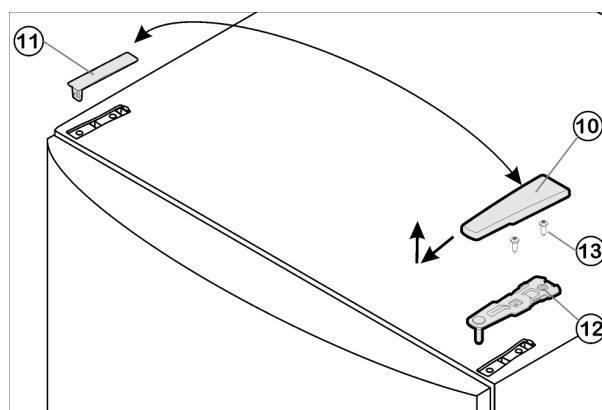

Fig. 4
- ▶ Крышку Fig. 4 (10) снимите движением вперед и вверх.
- ▶ Снимите крышку Fig. 4 (11).
- ▶ Открутите верхний опорный кронштейн Fig. 4 (12)(2 шт. Torx 25) Fig. 4 (13) и вытяните вверх.
- ▶ Установите верхний опорный кронштейн Fig. 4 (12) на новой стороне шарнира и защелкните в дверце.
- ▶ Прикрутите верхний опорный кронштейн Fig. 4 (12)(2 шт. Torx 25) Fig. 4 (13). При необходимости просверлите отверстия или используйте аккумуляторную отвертку.
- ▶ Защёлкните крышку Fig. 4 (10) и крышку Fig. 4 (11) на противоположной стороне.